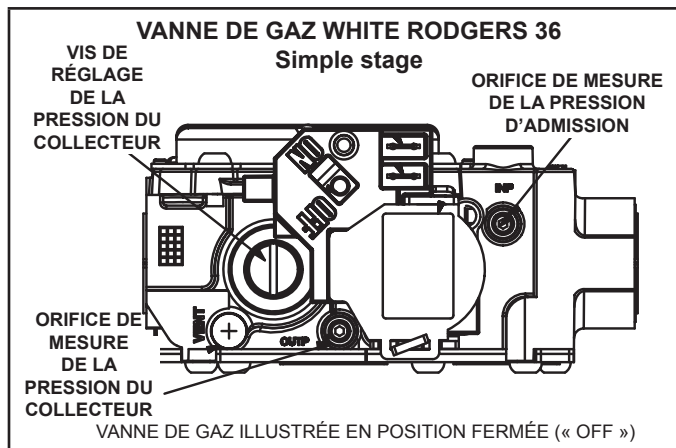

Figure 2
- 2 – Une fois la pression du gaz vérifiée et/ou réglée, vérifier la pression du collecteur au niveau de l'orifice de contrôle de pression du côté sortie de la vanne de gaz. La pression correcte du collecteur pour le gaz naturel est indiquée au Tableau 1. Voir la Figure 2 pour l'emplacement de la vis de réglage de la pression du gaz du collecteur.